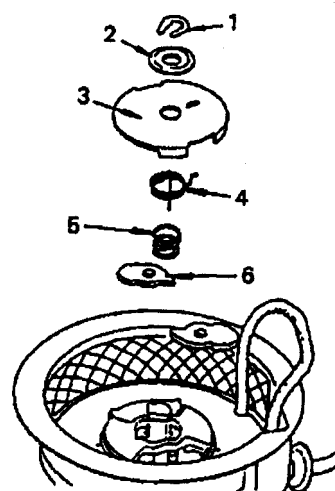
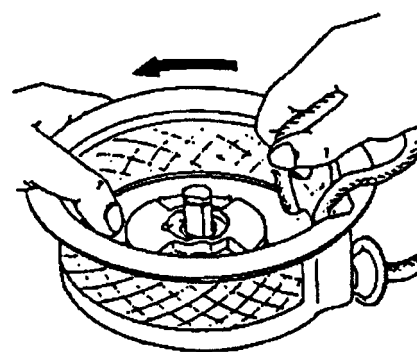

Рис. 10-19
Рис. 10-23
- 3) При разборке снимать детали в том порядке, в котором они пронумерованы на рис. 10-19:
4) Установка оставшихся деталей стартера производится в порядке, обратном указанному на рис. 10-19. При установке крышки фрикционной пружины обратить внимание (рис. 10-23) на то, чтобы конец возвратной пружины вошел в предусмотренное для него отверстие в крышке фрикциона. После этого повернуть крышку в направлении стрелки и совместить ее прорези с положением собачек. Прижать крышку фрикциона, надеть на вал упорную шайбу и закрепить узел стопорным кольцом (оно ставится с помощью плоскогубцев).